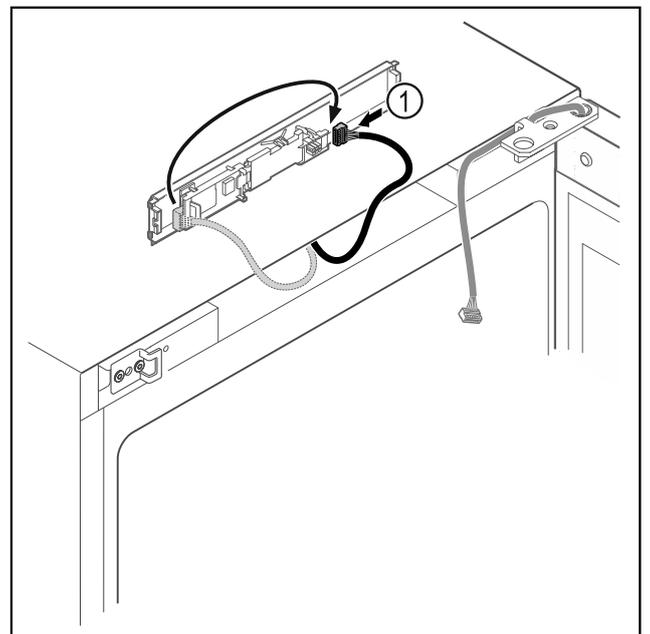

Fig. 21
- Enchar el conector Fig. 21 (1) en otra posición en la platina.